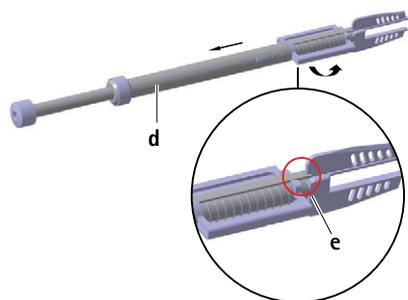

Fig. 3
- ▶ Encaixar a ranhura e no compartimento **d** na vareta do cinzel, ver Fig. 3.